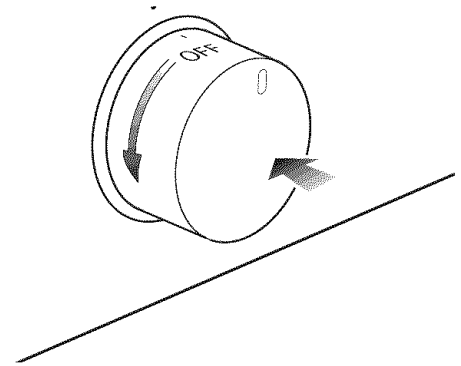

Fig. 3.3
2) Appuyez légèrement sur le bouton du thermostat et tournez-le dans le sens antihoraire (fig. 3.3), jusqu'à la position maximale 8.